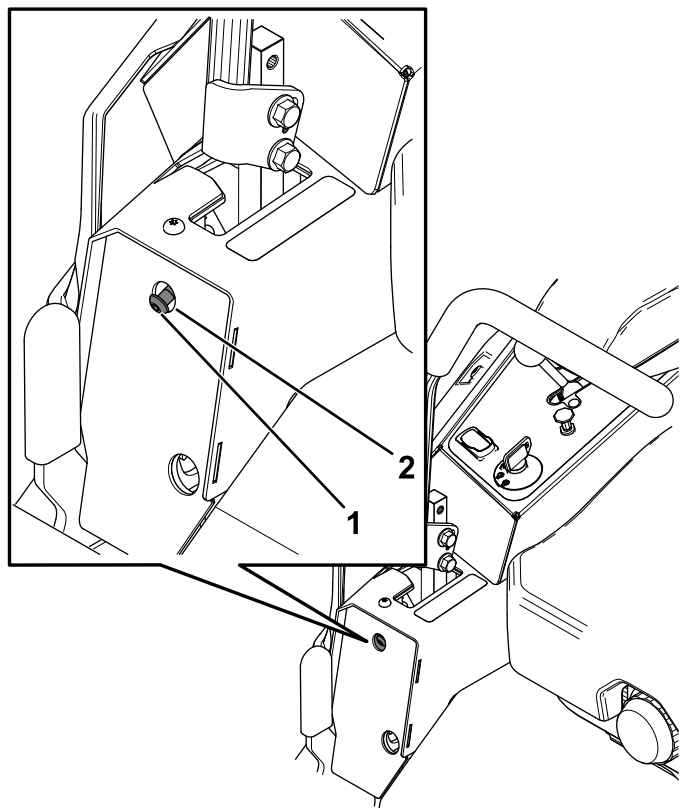

Figura 55
6. Si la máquina se desvía hacia la derecha, inserte una llave hexagonal de 3/16" a través del orificio de acceso del panel izquierdo delantero y gire el tornillo en sentido horario o antihorario para ajustar el recorrido de la palanca (Figura 55).
7. Si la máquina se desvía hacia la izquierda, inserte una llave hexagonal de 3/16" a través del orificio de acceso del panel derecho delantero y gire el tornillo en sentido horario o antihorario para ajustar el recorrido de la palanca (Figura 55).